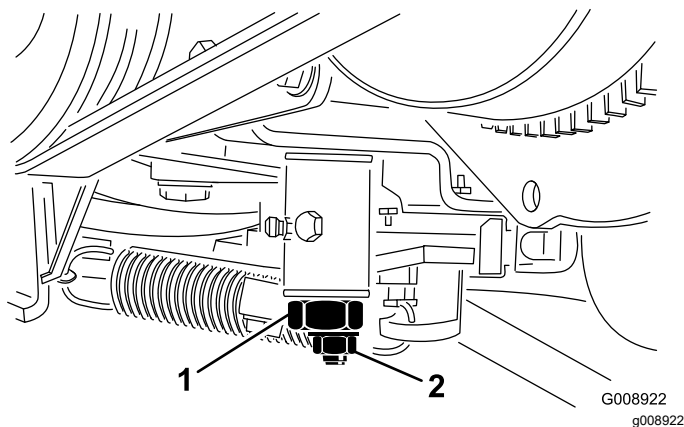

Figura 53
4. Serrate il dado di bloccaggio sulla camma di regolazione della trazione. (Figura 53).